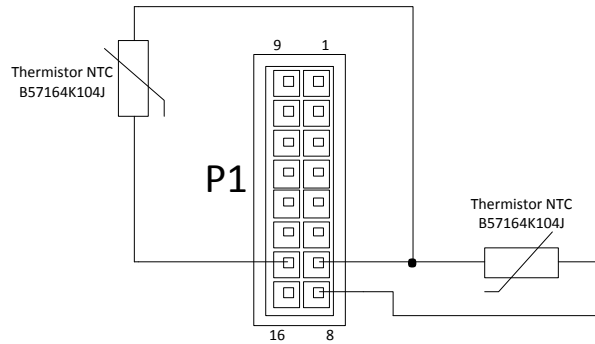

Рис. 6. Подключение термисторов
5. Подключение термисторов (см. рис. 6).